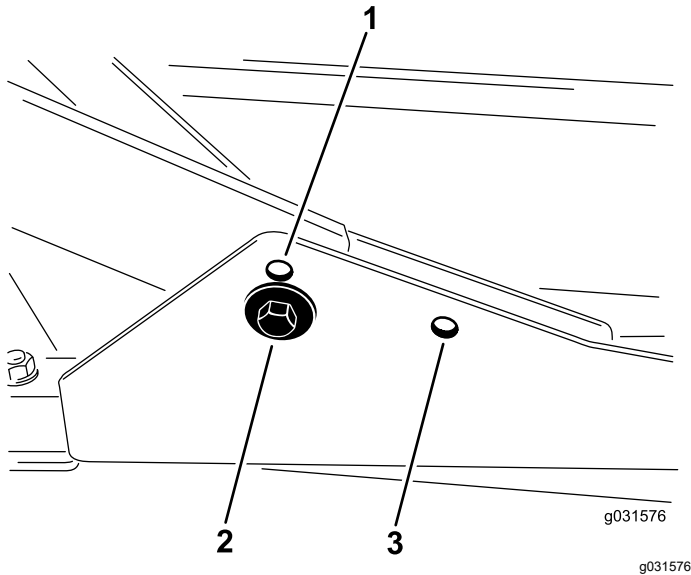

図 17
1. 刈高を 20-76 mm にセットする場合には、前キャリアフレームを下側の穴に取り付けます 図 17。
2. 刈高を 63-100 mm にセットする場合には、前キャリアフレームを上側の穴に取り付けます 図 17。
後Cuttingユニットは、刈り高に関係なく後側の取り付け穴を使って取り付けます 図 17。